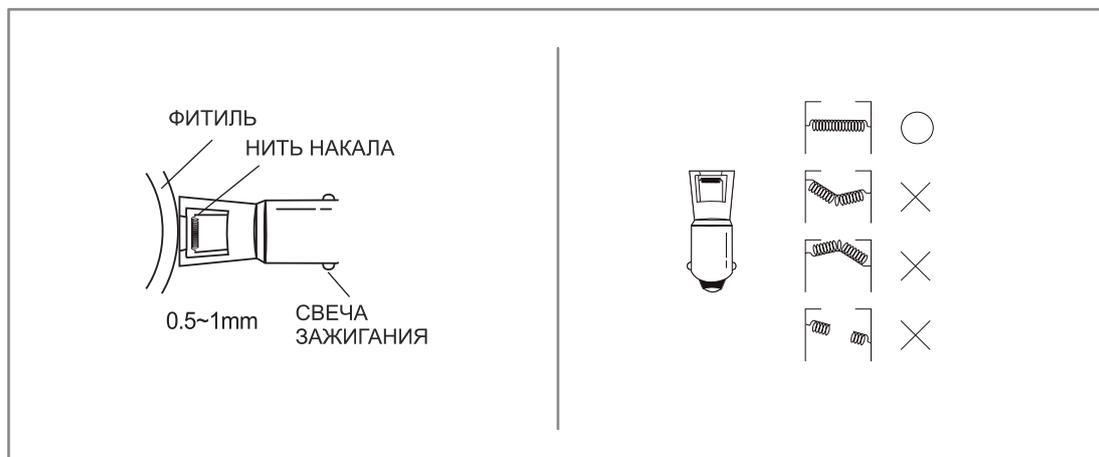

Рис. 10
Не нажимайте слишком сильно на ручку поджига, иначе фитиль может зацепиться с воспламенителем, и поджига не будет. Не нажимайте слишком слабо на ручку поджига, иначе фитиль будет находиться слишком далеко от воспламенителя, и поджига не будет. Оптимальное расстояние между фитилем и воспламенителем 0,5 – 1мм (Рис.10). Если возникли трудности с поджигом нагревателя, то возможно, что нить воспламенителя оборвана, погнута или деформирована.
- Если автоматическая система поджига не работает, проверить нить накала воспламенителя (Рис. 10). Нить накала не должна быть оборвана или деформирована. Небольшие искривления нити накала можно выправить спичкой. Если нить накала растянута или оборвана, заменить неисправный воспламенитель новым. Перед заменой воспламенителя извлечь батарейки из батарейного отсека. Порядок замены воспламенителя смотрите в Разделе 14 «Проверка системы поджига».